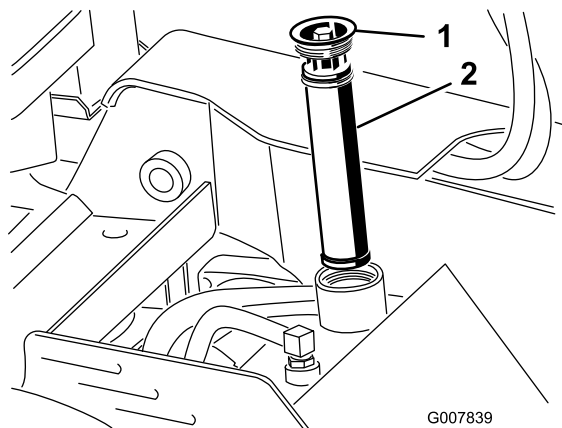

Figura 18
- Pulite l'area intorno al collo del bocchettone del serbatoio idraulico e rimuovete il tappo ed il filtro dal collo del bocchettone usando una chiave a tubo (Figura 18).